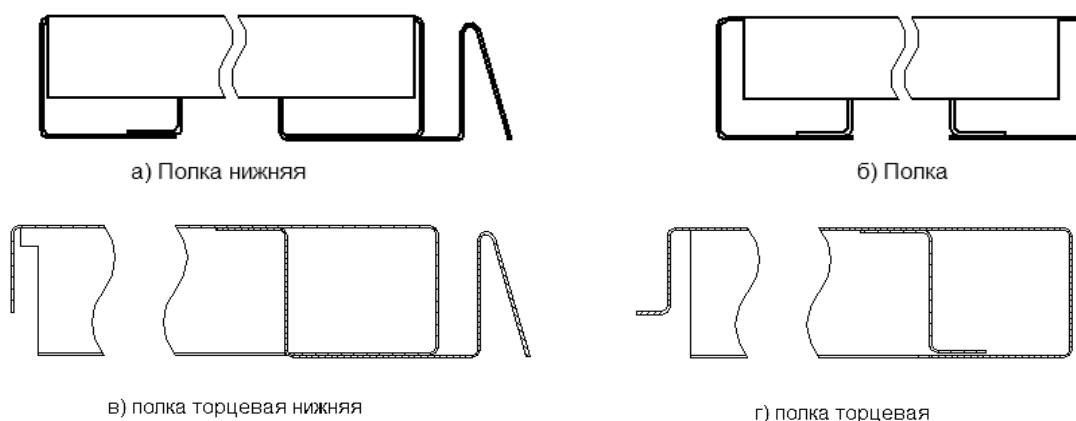

Рисунок 3 – Внешний вид полок
3.3.4 Установить полку нижнюю (поз.6, рис. 3а, 3в) на стенки боковые.
3.3.7 Закрепить кронштейны полок (поз.11) в стойках на требуемую высоту и установить полки (поз. 12, рис. 3б). Для установки полки торцевого стеллажа, закрепить кронштейн левый (поз.24) и правый (поз.25) полки торцевой вместе с кронштейнами (поз.11) в одни и те же пазы стойки таким образом, чтобы они были на одном уровне с кронштейнами полок стеллажа СТ4-ОС. Установить пластины (поз.26) в имеющиеся пазы кронштейнов (поз.24, 25). Установить на кронштейны полки (поз.12, рис. 3г).